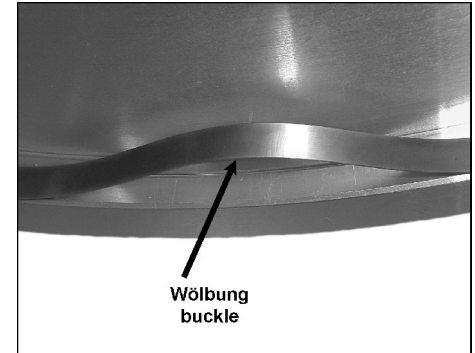

Bild 2
- Um den Ring vollständig in die Nut bzw. zur Anschlagschulter einlegen zu können muss er auf der gegenüberliegenden Seite der Stoßstelle nach innen gezogen werden. Der Ring behält nach dem Loslassen eine nach innen gerichtete Wölbung (Bild 2).
*Continue to mount the carrier ring into the groove until just a small buckle remains (fig. 2).*